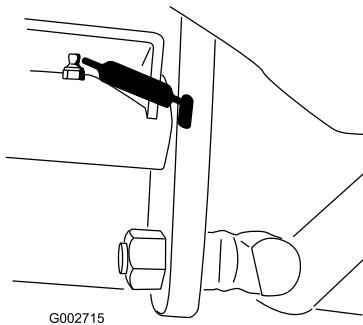

Bild 23
- Fahrpedal-Drehzapfen (1) (Bild 23)